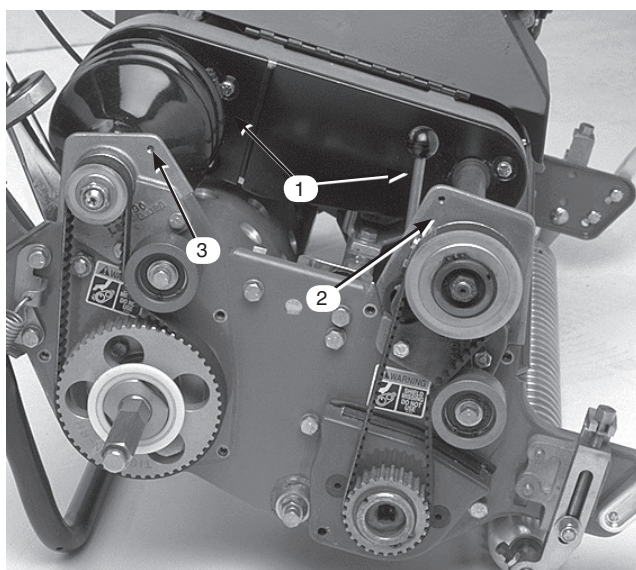

図41
4. デファレンシャル・カバー（前半分と後半分）のキャップスクリューを取り、カバーを外してベルトが見えるようにする（図41）。
6. 前クラッチ・ハウジングをサイド・プレートに固定しているキャップスクリュ 2 本を外す (図41)。
8. 右後ベアリング・ハウジングをサイド・プレートに固定しているキャップスクリュ 2 本とロックナットを外す (図41)。